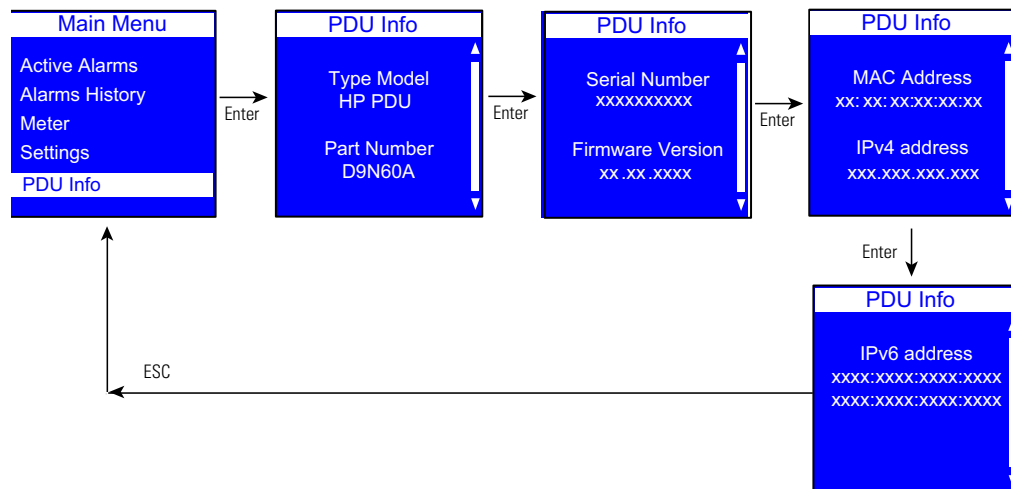

図 46. PDU 情報表示例
- 検出が正常に完了すると、デバイス PDU の MAC アドレスが表示されます（図 46 参照）。ステップ 4 に進みます。
PDU 情報メニューでは、この PDU に関する認識情報が表示されます。認識情報には PDU 型番と品番、シリアル番号、通信モジュールファームウェアバージョン、IP アドレス、および通信モジュール MAC アドレス（メディアアクセス制御）アドレスが含まれます。これは情報表示のみの画面です（図 46）。